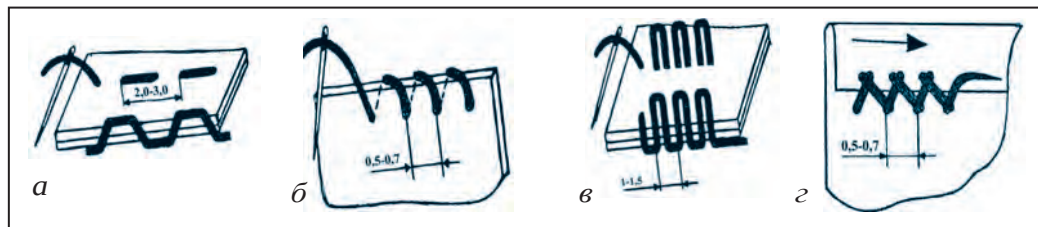

Рис. 24. Ручные швы.
Шитьё одежды в основном, производится для временного соединения деталей ручных швов и оставления их целиком. К обычным ручным швам относятся следующие (рис. 24).
1. Стёжка (шов) для временного соединения, прошитая прямыми крупными строчками (рис. 24, а).
2. Намёточный (ёрма) шов (стёжка) (рис. 24, б).
3. Слабая стёжка (шов) (рис. 24, в).
4. Ираковидная соединительная стёжка (шов) (рис. 24, г).